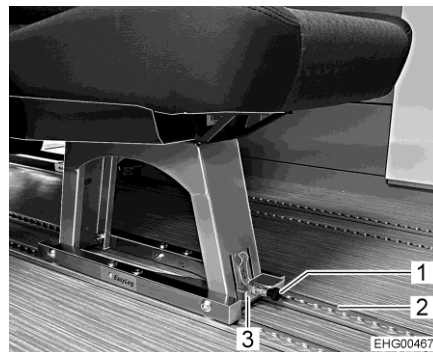

Bild 3 Enkelsäte (spärrat)
- Dra det svarta handtaget (Bild 3,1) i riktning framåt.
- Dra metallbygel (Bild 3,3) uppåt.
Enkelsätet och dubbelsätet kan skjuts på skenan (Bild 3,2) eller lyftas upp ur skenan.